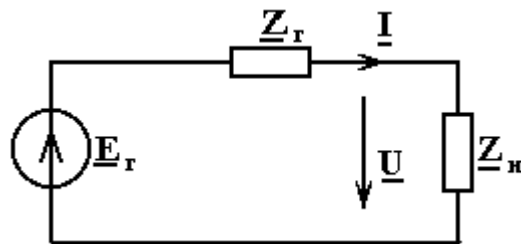

Рис.5.21
1.1. Расчетная схема (рис.5.21)